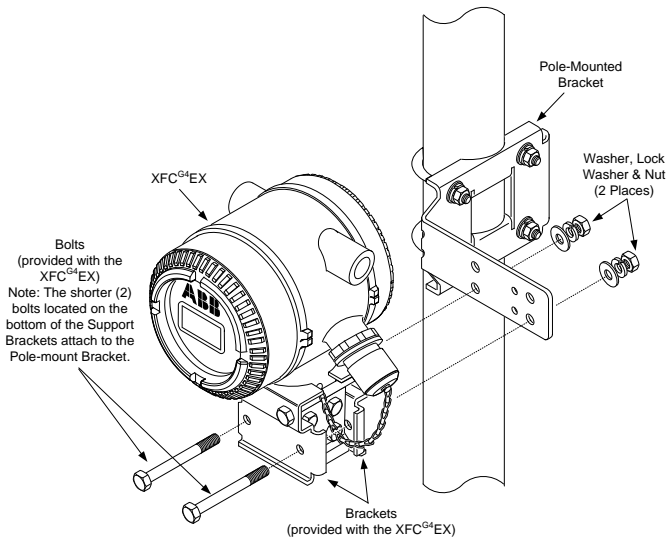

Fig. 4: Configuração de instalação do tipo B
1. Remova os dois parafusos sextavados inferiores e a ferramenta correspondente dos suportes de montagem encaixados no transdutor. Alinhe os orifícios de montagem inferiores do transdutor com os do suporte de montagem em poste (Fig. 4).